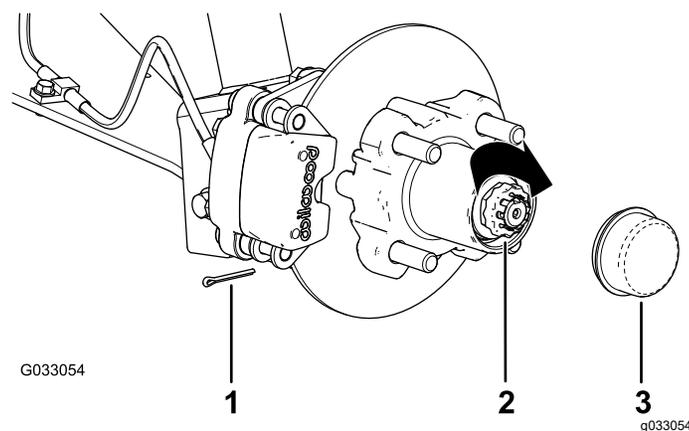

图 29
8. 将卡环安装到螺母上检查卡环内的槽与主轴上开口销孔的对齐情况图 29。
9. 安装开口销并扳弯卡环周边的各个腿图 29。
10. 将防尘盖安装到轮毂上图 29。